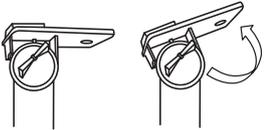

Figura 26.
2. Coloca la base del Panel de manera horizontal y después levántala a 30°, (ver Figura 26).